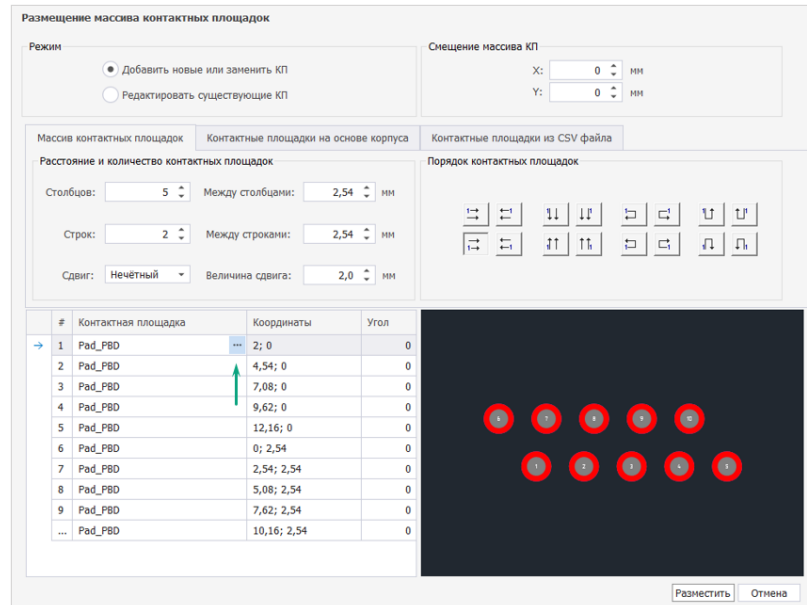

Рис. 92 Переход к выбору типа контактной площадки
1. Нажать на символ «...» в правой части столбца «Контактная площадка», см. Рис. 92.